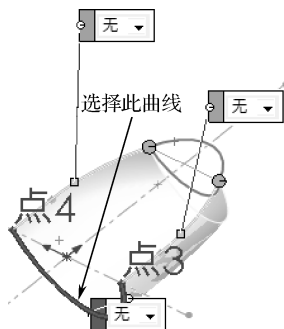

图 14-23 选择的曲线
单击“方向 2 (2)”选项组下的选项框, 然后选择如图 14-23 所示的曲线, 系统显示一个方向的边界曲面预览; 选择另外一条曲线, 生成边界曲面预览, 如图 14-24 所示。